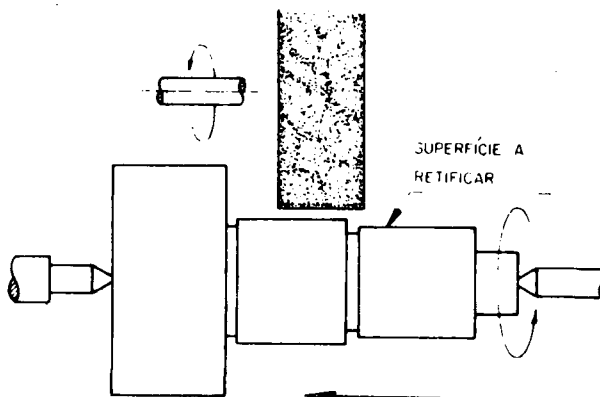

Fig. 1
- b Aproxime o reboło ao escalonado de diâmetro imediatamente superior ao que se deve retificar (fig.1).